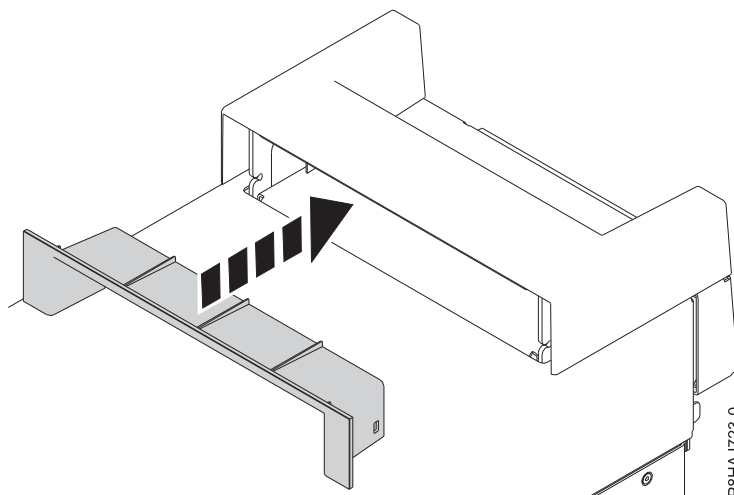

Figura 36. Inserción de la pieza en la tapa de asa en un sistema 8286-41A autónomo
2. Inserte la pieza en la tapa de asa presionándola con firmeza, tal como se muestra en la Figura 36.